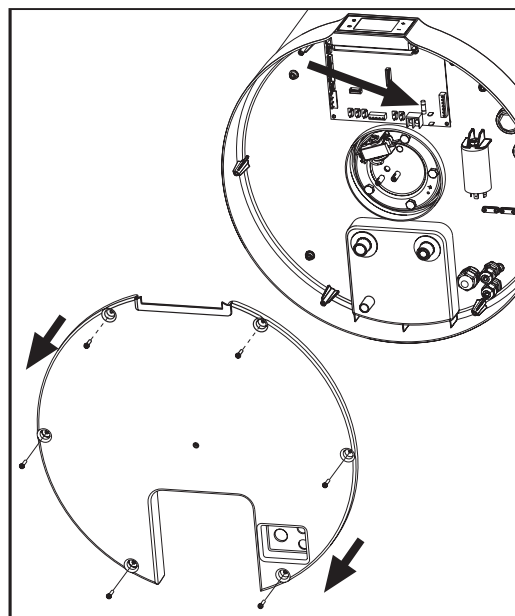

fig. 43
- Desenroscar los tornillos de bloqueo y quitar la tapa inferior (fig. 43).